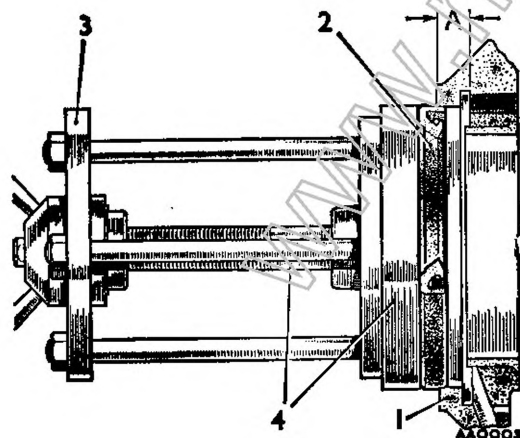

Fig. Aa. 21
5. Misurare la profondità da un qualsiasi punto sul bordo dell' apertura della scatola sulla parte frontale rispetto alla faccia scanalata (vedi Fig. Aa. 21) Detta misura deve essere pari a 9,5 mm. Qualora essa risultasse inferiore o superiore, sottraendo od aumentando la sua citata di pari passo - rispetto alla differenza riscontrata - si otterrà la corretta distanza.